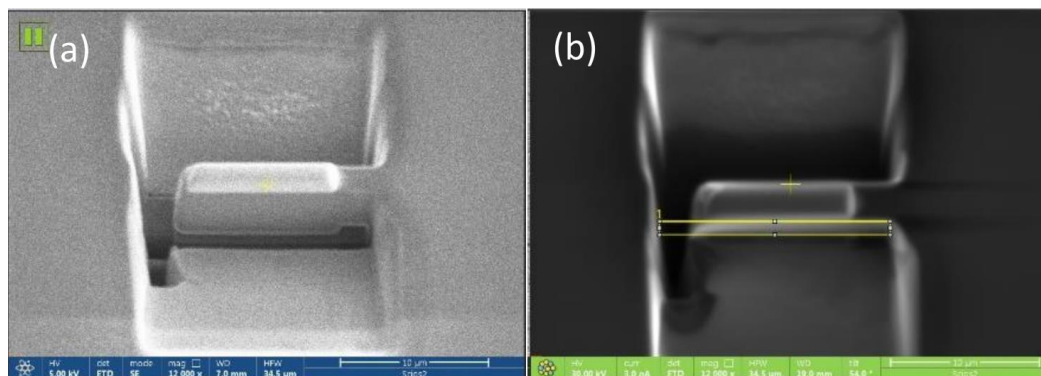

图 7.3-7 确保底部截断示意图
② 在沉积层的上侧画 2 个 Rectangle Pattern，1 个 X 方向，一个 Y 方向，二者之间部分重叠，具体如 7.3-6 示意图所示。2 个 Pattern 并联后，点 Start Patterning 运行程序。程序运行完成后，可通过电子束及离子束下观察确保底部完全切穿。
③ 确保底部完全切断（可选步骤）：可将样品台 tilt 10-35°，在电子束窗口中观察图像，看底部是否有连接，如图 7.3-7（a）所示。若无法确定底部已截断，则再次将样品台 tilt 至 54°，采用
CCS Pattern 对底部进行修整, 如图 7.3-7 (b) 所示。完成 CCS Pattern 修整后, 将样品台重新 tilt 至 0° 。